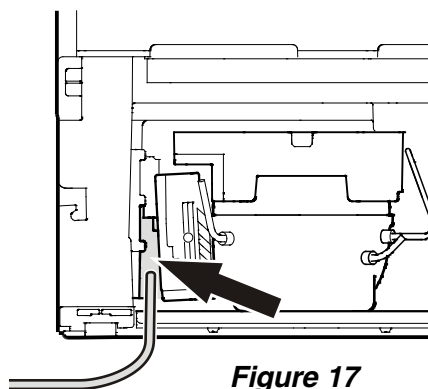

Figure 17
- Insérer le conduit d'alimentation en eau dans l'orifice prévu à cet effet à l'arrière de l'appareil (Figure 17).